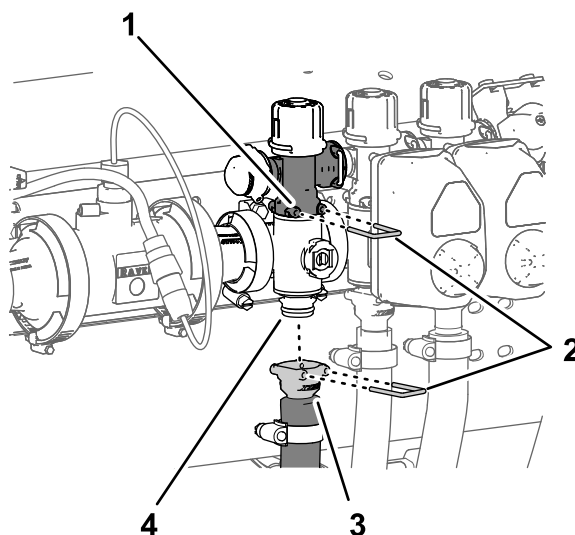

Figura 120
2. Retire la grapa que sujeta el acoplamiento rápido de la manguera de alimentación al distribuidor del acoplamiento rápido del distribuidor de sección (Figura 120).
1. Retire la grapa que sujeta el acoplamiento rápido de la válvula de desvío de sección al distribuidor de sección (Figura 120).